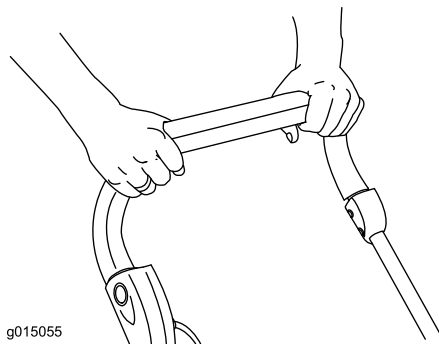

Figure 11
5. Serrez la barre de commande contre le guidon et relâchez le bouton (Figure 11).